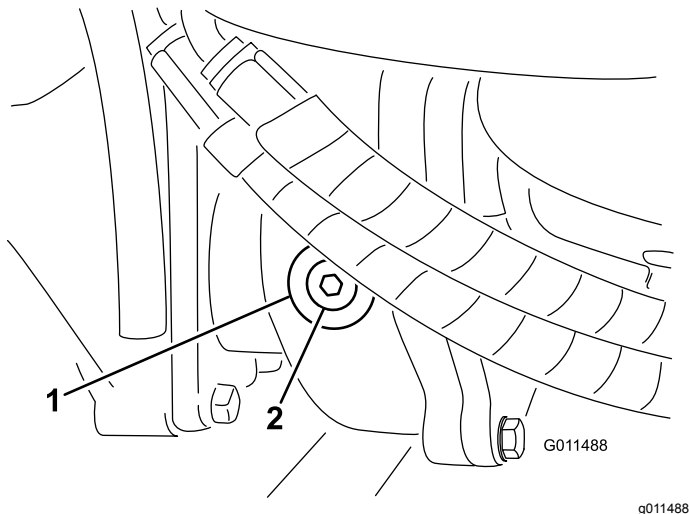

Bild 71
2. Entfernen Sie die Prüf-/Füllschraube an der linken Getriebeseite (Bild 71) und stellen sicher,